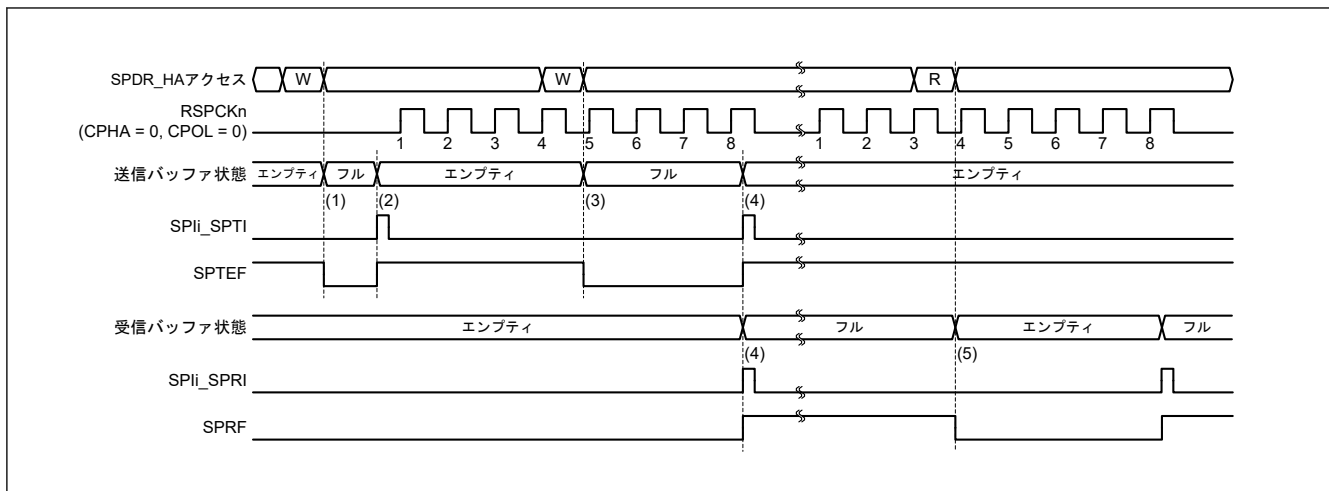
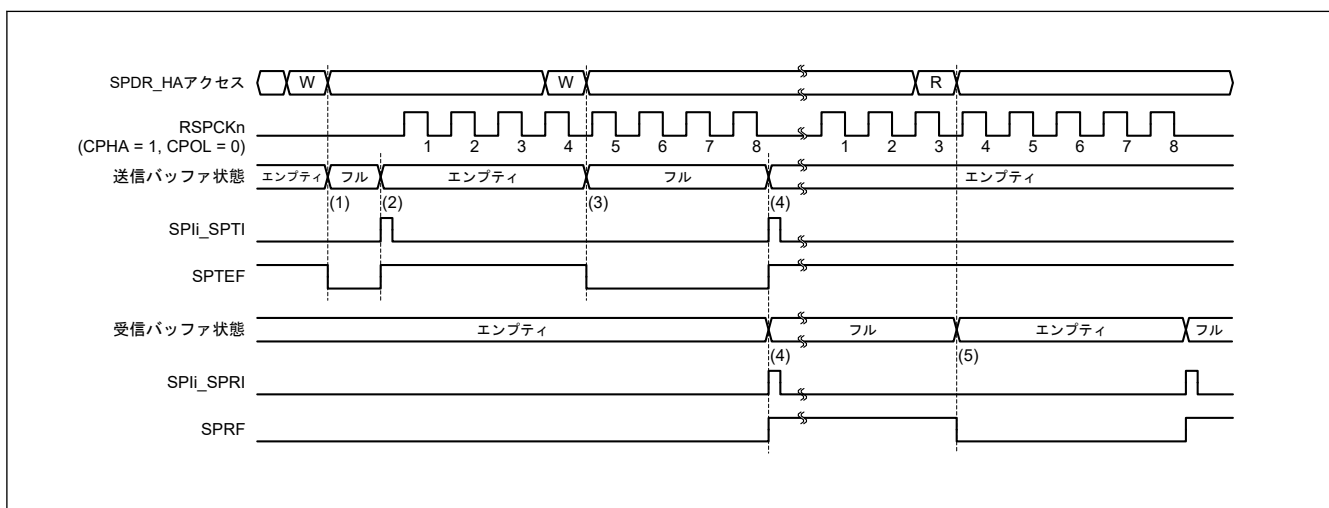

図 28.26 SPIi_SPTI、SPIi_SPRI 割り込みの動作例 (マスターモードで CPHA = 0、CPOL = 0 のとき)
図 28.27 SPIi_SPTI および SPIi_SPRI 割り込みの動作例 (CPHA = 1 かつ CPOL = 0、マスターモード)
図 28.26 および 図 28.27 に、送信バッファエンプティ割り込み (SPI_i SPTI) と受信バッファフル割り込み (SPI_i SPRI) の動作例を示します。これらの図に示された SPDR_HA レジスタアクセスは、レジスタへのアクセス条件を示しています。W は書き込みサイクル、R は読み出しサイクルを示しています。図 28.26 では、SPCR.TXMD ビットが 0、SPCMD0.CPHA ビットが 0、かつ SPCMD0.CPOL ビットが 0 の設定で、SPI が 8 ビットのシリアル転送を実行しています。図 28.27 では、SPCR.TXMD ビットが 0、SPCMD0.CPHA ビットが 1、かつ SPCMD0.CPOL ビットが 0 の設定で、SPI が 8 ビットのシリアル転送を実行しています。RSPCK_n 波形の下に記載した数字は RSPCK サイクル数 (= 転送ビット数) を示しています。
以下に、図 28.26 および 図 28.27 の (1)~(5) に示したタイミングでの SPI の動作を説明します。